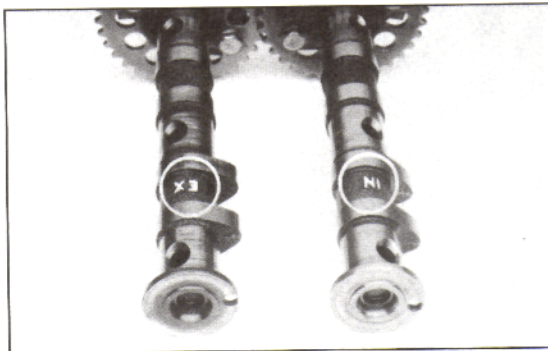
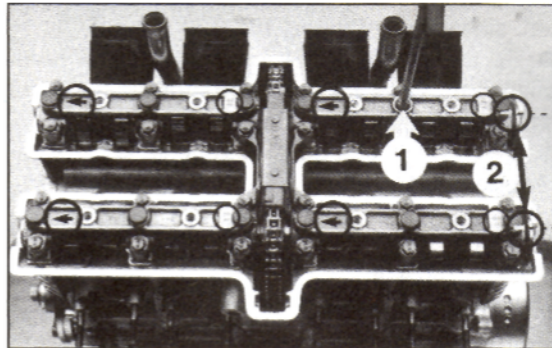

Bild 25
Bild 26
● Steuerkette über Nockenwellen samt Ketten-rädern überstreifen. Nockenwelle (Lagerlauf-flächen gefettet) entsprechend ihrer Markierung (EX – Auslassnockenwelle; IN – Einlassnocken-welle, siehe Bild 25) in Zylinderkopf so einlegen, dass Markierungsbohrung an Stirnseite des Wel-lenendes senkrecht nach oben weist, siehe Bild 26.
● ⚠ Markierungspfeile auf Lagerdeckel weisen nach rechts zur Kupplungsseite, siehe Bild 26.
● Nockenwelle am Kettenrad so ausrichten, dass Kontrollbohrung an Wellenstirnseite mit La-gerdeckel-Markierung fluchtet, siehe Bild 26. Dann Steuerkette auflegen. Dabei sichergehen, dass Kette mit Kettenrad an Kurbelwelle vollstän-dig im Eingriff und ganz gestrafft ist. Ab jetzt Kette
- Einlass-Nockenwelle (Lagerauflflächen gefettet) samt Kettenrad einlegen, dabei Steuerkette überstreifen. Kontrollbohrung an Wellenstirnseite weist nach oben, siehe Bild 26.
- $\triangle$ Pfeilmarkierungen auf Lagerdeckel weisen nach rechts auf Kupplungsseite, siehe Bild 26.
- Kurbelwelle zweimal um 360 Grad drehen und Steuerzeiten der Nockenwellen (Markierungsflucht) kontrollieren. Gegebenenfalls Montage wiederholen, siehe Bild 26.